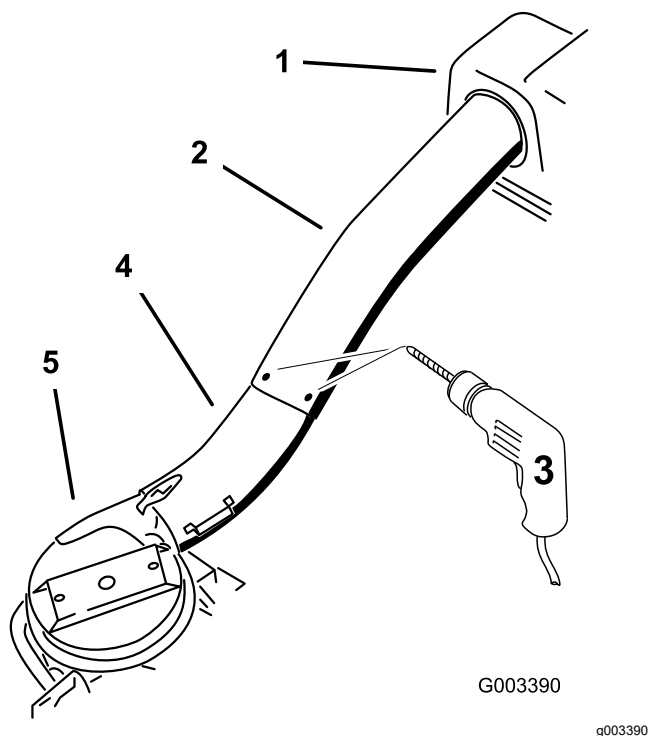

Figura 26
9. En vous servant des 3 trous ou indentations du tube supérieur comme repère, percez 3 trous (de 7/32 po de diamètre) à l'endroit où les tubes supérieur et inférieur se rejoignent (Figura 26).